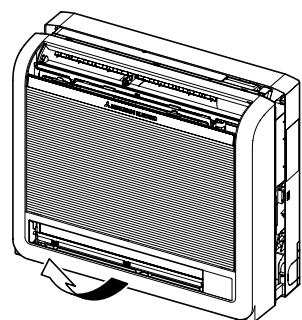

Fig. 3-4
- 4) Поднимите переднюю решетку, чтобы снять ее. (Fig. 3-4)